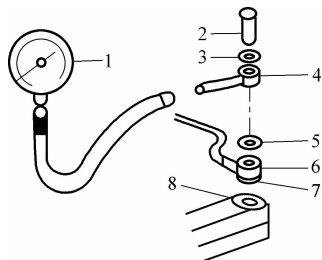
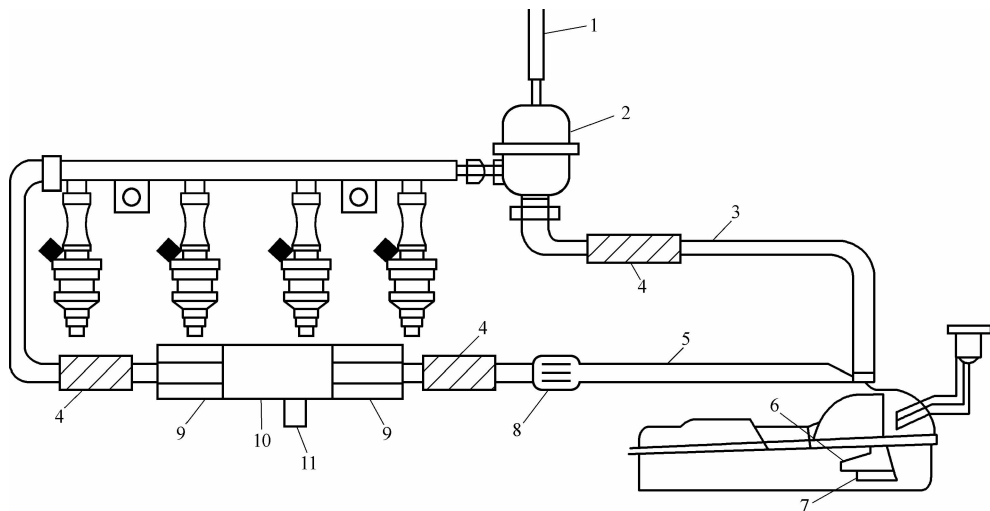

图2-61 燃油系统压力表的连接(1)
图2-62 燃油系统压力表的连接(2)
3) 将专用油压表连接到燃油系统中。不同车型燃油压力表连接方式有所不同,主要有3种连接方式:第一种是把油压表接到油压测试头上;第二种是用专用接头将油压表连接在输油管的进油管接头处,如图2-61所示;第三种方式是用专用接头将油压表连接在燃油滤清器与输油管之间安装脉动阻尼器的位置(进行压力测试时拆下脉动阻尼器),如图2-62所示。
①油压过高,应检查燃油压力调节器。
②油压过低,应检查油管有无堵塞或折弯,燃油泵、燃油压力调节器工作是否正常,燃油滤清器是否堵塞。